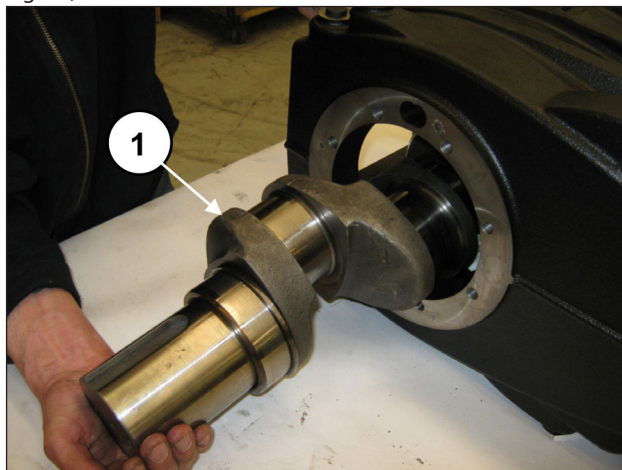

Fig. 31
Retire o eixo de manivela do carter do lado PTO (pos. ①, Fig. 31).